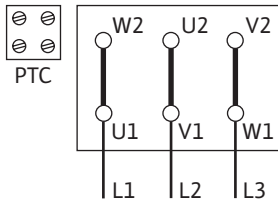

Fig. 10: Y-Δ-käynnistys
- Verkko-liitântä riippuu moottoritehosta P2, verkkojännitteestä ja käynnistystavasta. Katso tarvittava yhdyssiltojen liitântä liitântäkotelossa seuraavasta taulukosta sekä kuvista Fig. 10, 11 ja 12.